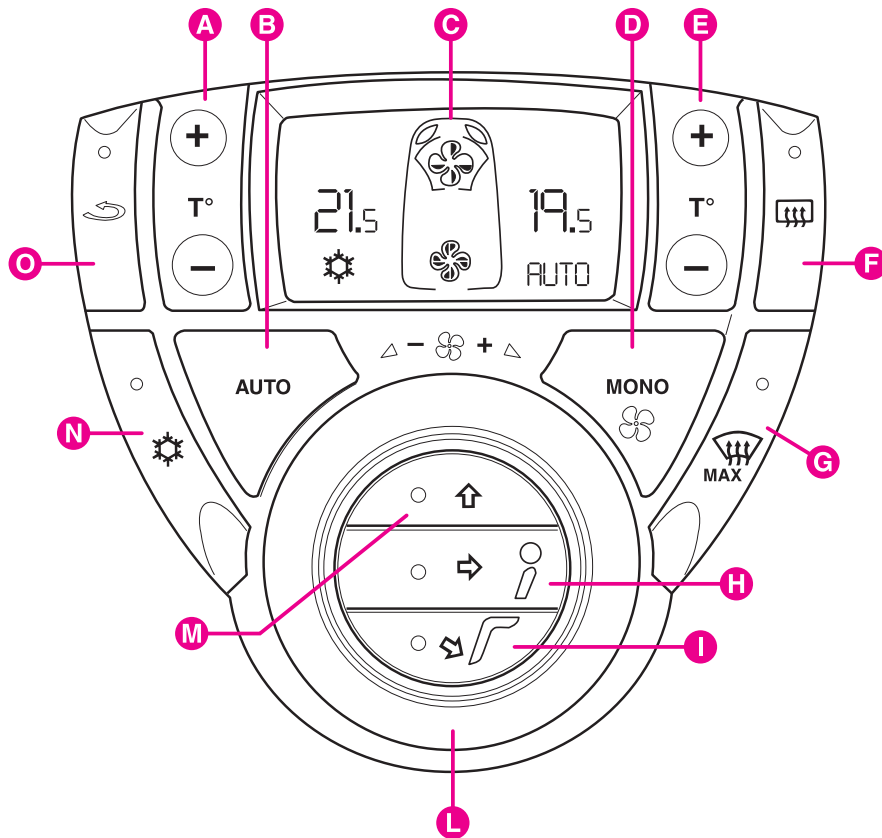

fig. 88
Leyenda fig. 88
• **alineación de las temperaturas lado conductor y lado pasajero (MONO) fig. 88 (para las versiones sin ventilación adicional):** esta función se activa presionando el pulsador **D** unificando las temperaturas del lado conductor y pasajero para obtener una temperatura homogénea en el habitáculo.